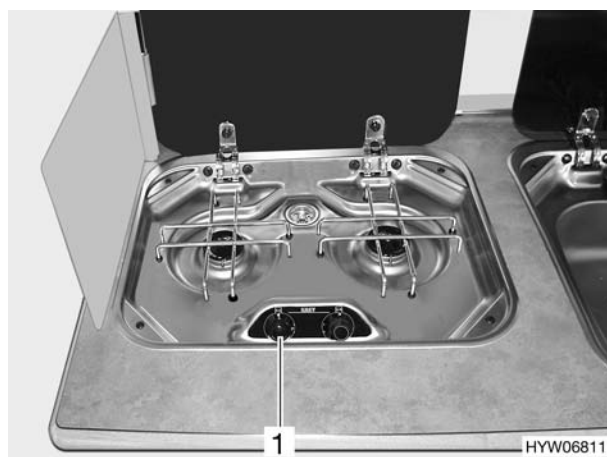

Fig. 90 Elementi di comando del fornello a gas
- Girare il pomello girevole (Fig. 90,1) degli apparecchi a fiamma libera desiderati in posizione accesa (fiamma alta).